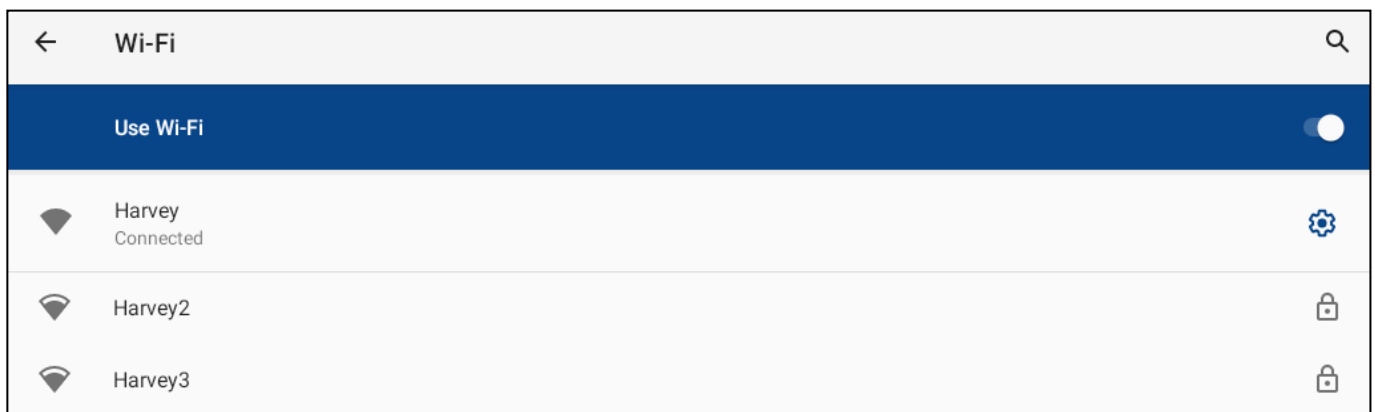

Fig. 12-12
4. Network Connection (**Fig. 12-12**):